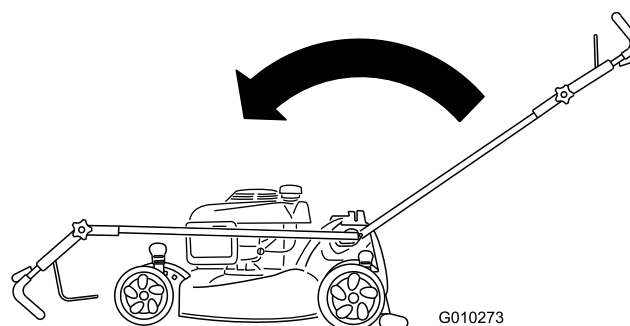

Figure 50
2. Repliez le guidon complètement vers l'avant et desserrez le bouton de la partie supérieure du guidon (Figure 50).